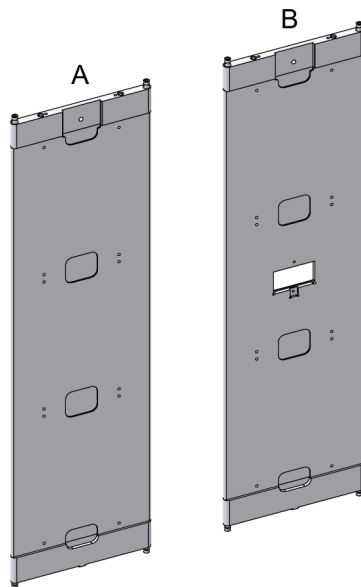

Abb. 7-20
- 3** Abb. 7-20, 182 zeigt ein Beispiel eines Drum-Segments. Das Schichtdickenmessgerät ist an einem speziellen Drum-Segment montiert (Pos. B).